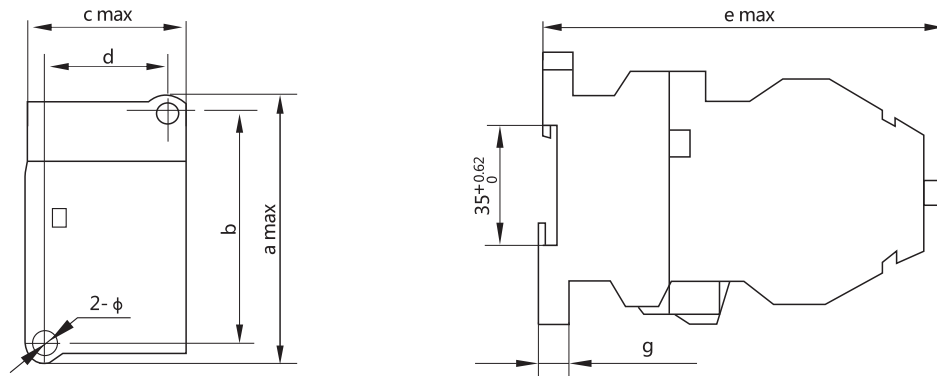

图1 CJX1-9/32外形尺寸及安装尺寸
5.1 CJX1-9~32 的外形及安装尺寸见图 1 及表 4。